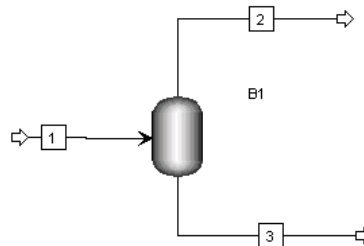

Abb. 7: Flash in AspenPlus mit Eingangs- und Ausgangsströmen
- Ergänze die Eingangs- und Ausgangsströme (siehe Abb. 7)